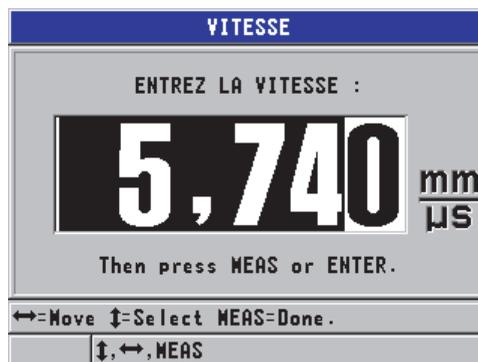

Figure 5-9 Entrée de la vitesse de propagation connue des ondes ultrasonores dans le matériau
2. Dans l'écran VITESSE (voir la Figure 5-9 à la page 74), utilisez les touches de direction pour modifier la vitesse de propagation selon la valeur connue.